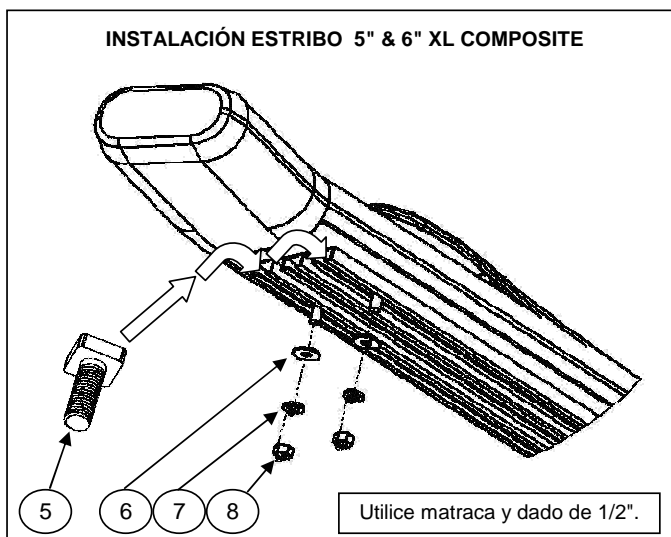

ILUSTRACIÓN 4
7. Si adquirió estribos de 4", 5" o 6" PLATINUM de Acero, negro o inoxidable, colóquelo sobre los brackets y fije con: tornillo cab. cuadrada 5/16", rondanas planas y de presión 5/16". **VER ILUSTRACIÓN 4.** Repita para el lado contrario. No apriete aún.